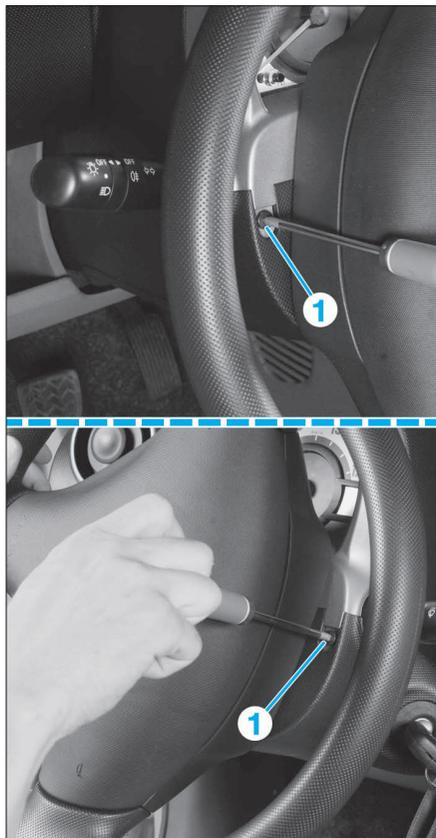

FIG. 36
- Déposer les vis de fixation (1) (Fig.36), en faisant tourner le volant à droite et à gauche.